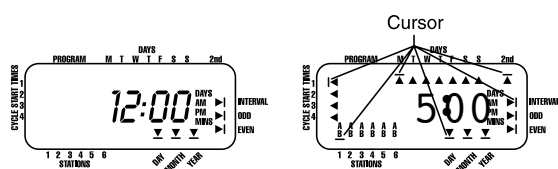

FIGURA 3: Display a cristalli liquidi con relative informazioni
- Ruotare il quadrante circolare sulla posizione TIME/DATE (ORA/DATA) [vedi Figura 3]
- Un cursore lampeggiante apparirà sotto la freccia dell'anno, del mese e della data quando si effettua la programmazione [vedi Figura 3].